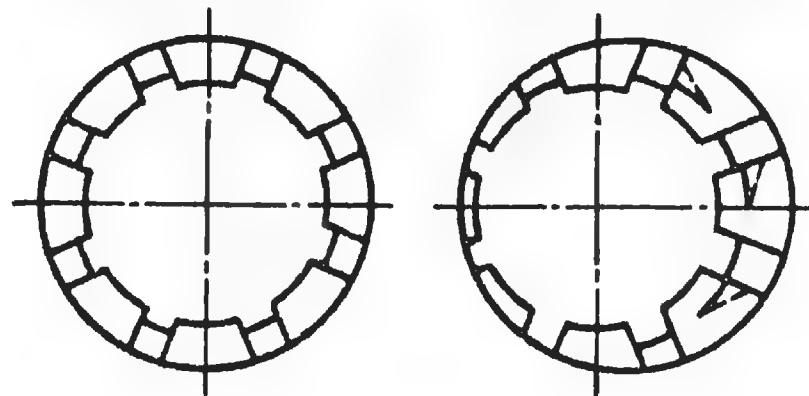

Рис. 1
Расположение ОС и МСУ на горловине кинескопа показано на рис. 1 3-й с. вкладки.
применяют двустороннюю липкую ленту, из которой вырезают четыре куса размерами  $24 \times 18$  мм. Сняв защитный слой с одной стороны, приклеивают ленту 2 (см. рис. 1 вкладки) к лапкам 3. Если используют старое кольцо, то вначале удаляют старую ленту и очищают лапки ножом от следов резины и клея или промывают ацетоном. При отсутствии новой липкой ленты можно применить старую или вырезать куски из мягкой тонкой резины, которые приклеивают клеем 88Н или «Момент».
Вид ОС со стороны хвостовика представлен на рис. 2 вкладки. Зажимное устройство хвостовика ОС центрируют относительно ее осевого отверстия визуально, используя регулировочные винты 8, 21, 23, находящиеся на фланце 7 хвостовика. Вид ОС со стороны опорного кольца при правильной и неправильной центровке показан на рис. 1 в тексте.
Конструкция МСУ представлена на рис. 3 вкладки. Для регулировки чистоты цвета используют кольцевые магниты 19 (см. рис. 1 и 3 вкладки). Следует помнить, что «зеленый» луч в кинескопе совпадает с осью его горловины и при правильной установке ОС и МСУ попадает в центр экрана без какой-либо дополнительной регулировки. По этой причине МСУ содержит только кольцевые магниты для статического сведения «синего» (11) и «красного» (18) лучей и магнит 17 коррекции сведения их с «зеленым» лучом. Вместе с картонными прокладками 24 и 25 они надеты на корпус 20 и закреплены зажимной гайкой 13.